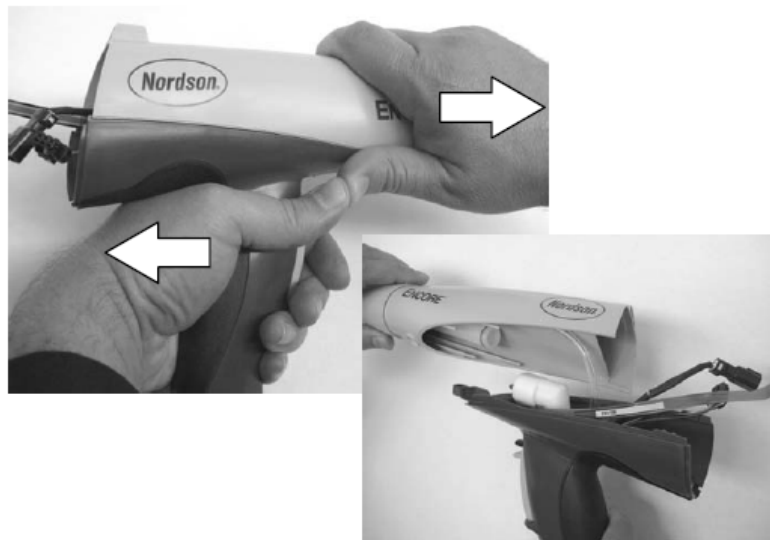

图 5-6 拆开枪把与枪身
6. 如图 5-6 所示。一手握住枪把，另一手握住枪身。双手拇指并拢，反向同时拉拔，分开枪身与枪把。